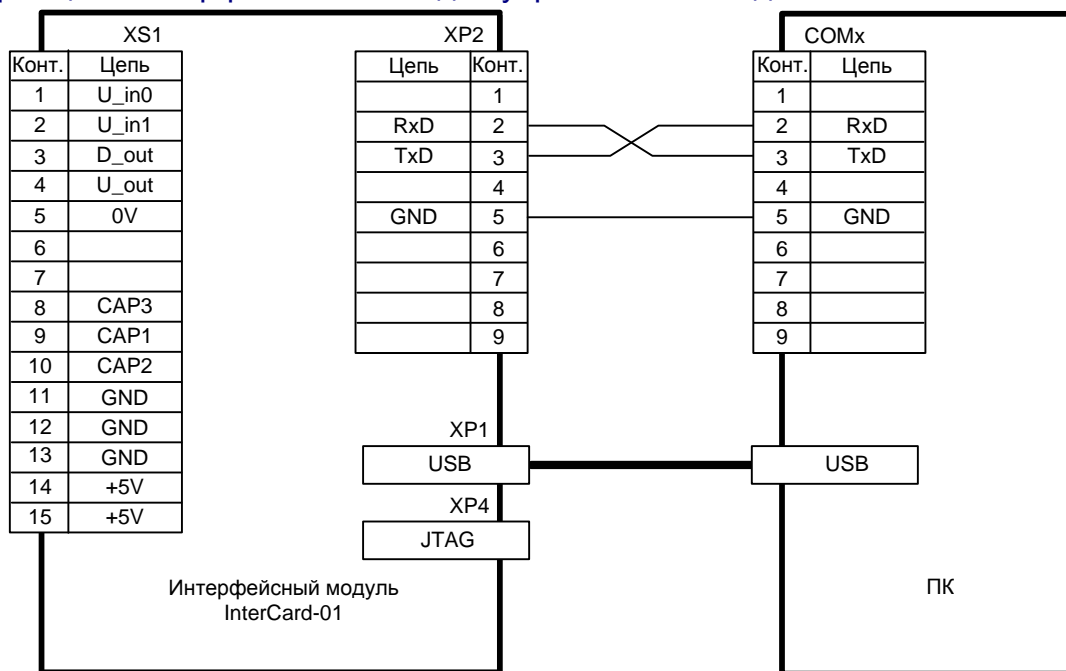

Рис. 7. Схема подключения комплекта к персональному компьютеру
4.7.1. Для подключения комплекта к персональному компьютеру необходимо использовать разъёмы XP1 и XP2 (см табл. 6). Схема подключения приведена на рис. 7. Интерфейс USB используется для конфигурации и сбора информации. Интерфейс RS232 – для управления отладочным комплектом.